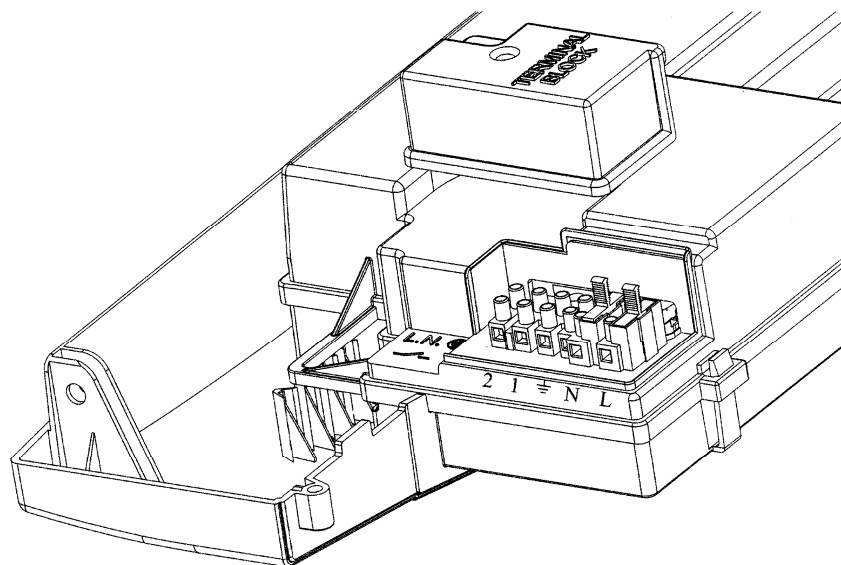

Рис.11
- для доступа к контактам снимите крышку (рис.11).
- открыть доступ к клеммам подключения электропитания (рис.11), в соответствии с инструкциями, изложенными в предыдущем разделе;
- протянуть кабель из двух проводов через кабельный зажим котла и присоединить кабель, идущий от термостата, к клеммам (1) и (2);